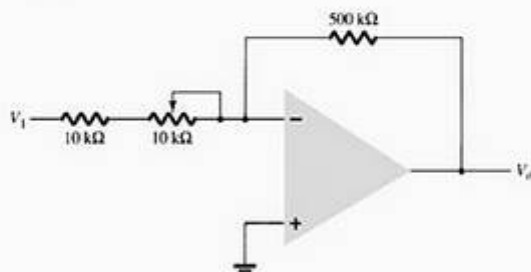

Figura 13.43 Problema 4.
4. Qual é a faixa de ajustes de ganho de tensão no circuito da Figura 13.43?